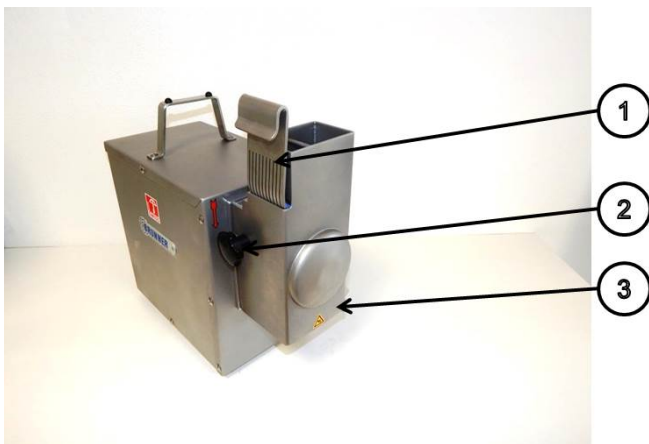

Abbildung 5: Schnetzlergehäuse entfernen
Falls eine Messerwalze eingebaut ist, muss der Einleitkamm (1) in Abbildung 5 entfernt werden. Anschließend können die 2 Sterngriffschrauben (2) gelöst werden, so dass das Schnetzlergehäuse (3) entfernt werden kann!